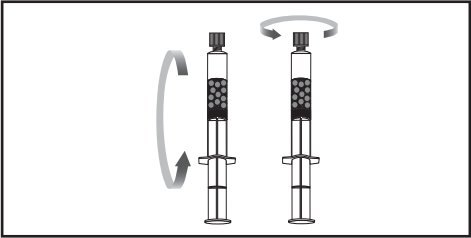

Abbildung 2b.
- 2.3 Zum Mischen die Spritze alle 5 Minuten vorsichtig umdrehen/schwenken (Abbildung 2b). Starkes Schütteln kann zu Schaumbildung führen.